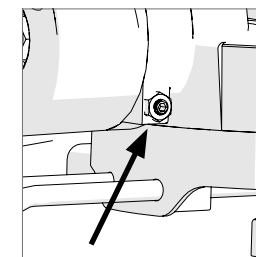

Fig. 14
- Dévissez le contre-écrou de la vis de réglage de l'angle de biseau. (Fig. 14).